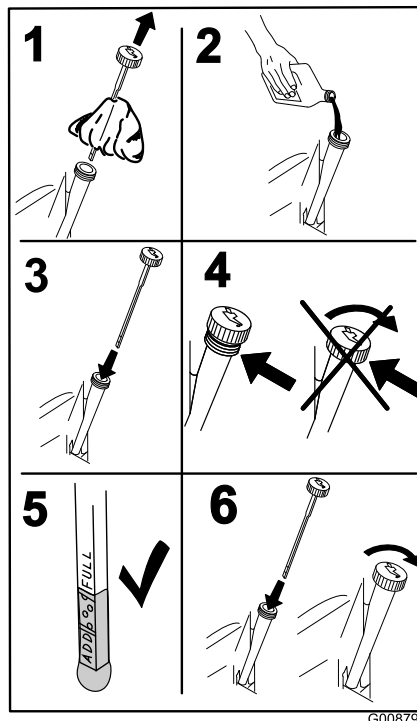

Figure 41
4. Versez lentement environ 80 % de l'huile spécifiée dans le tube de remplissage, puis faites l'appoint lentement pour faire monter le niveau jusqu'au repère maximum (**Full**) (Figure 41).